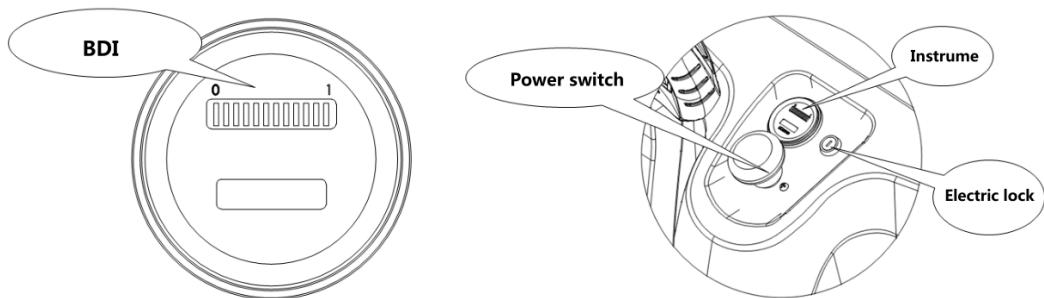

Figura 1
- 5.1.2 Controllare se la batteria è alimentata secondo il metodo mostrato nella Figura 1. Estrarre l'interruttore di alimentazione principale per accendere l'alimentazione principale, sbloccare la serratura elettrica sulla maniglia e controllare il contatore di energia sul cruscotto del veicolo. Se la griglia del terminale zero è accesa, significa che la batteria è scarica e deve essere caricata immediatamente. È vietato utilizzare il veicolo senza alimentazione, altrimenti si ridurrà notevolmente la durata della batteria o si danneggerà la batteria stessa.